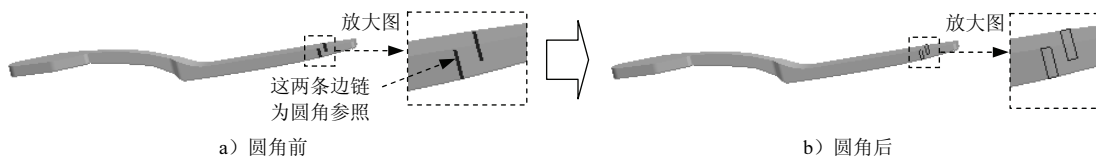

图 6.2.13 边倒圆特征 2
Step11. 创建边倒圆特征 2。选择图 6.2.13 所示的边链为边倒圆参照，并在半径 1 文本框中输入值 4。单击 **<确定>** 按钮，完成边倒圆特征 2 的创建。